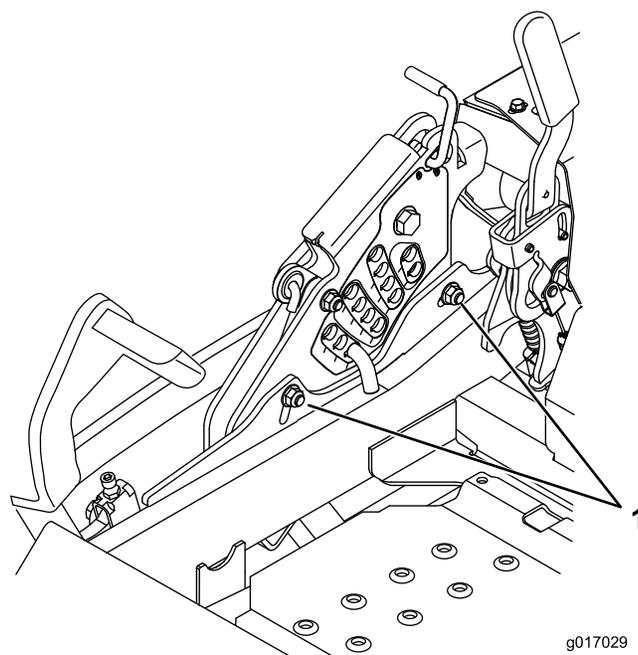

Figura 90
12. Para ajustar el sistema de ajuste de un solo punto, afloje los 2 pernos situados cerca del borde inferior de la pletina de altura de corte (Figura 90).
14. Apriete los 2 pernos en el borde inferior de la pletina de altura de corte (Figura 90).